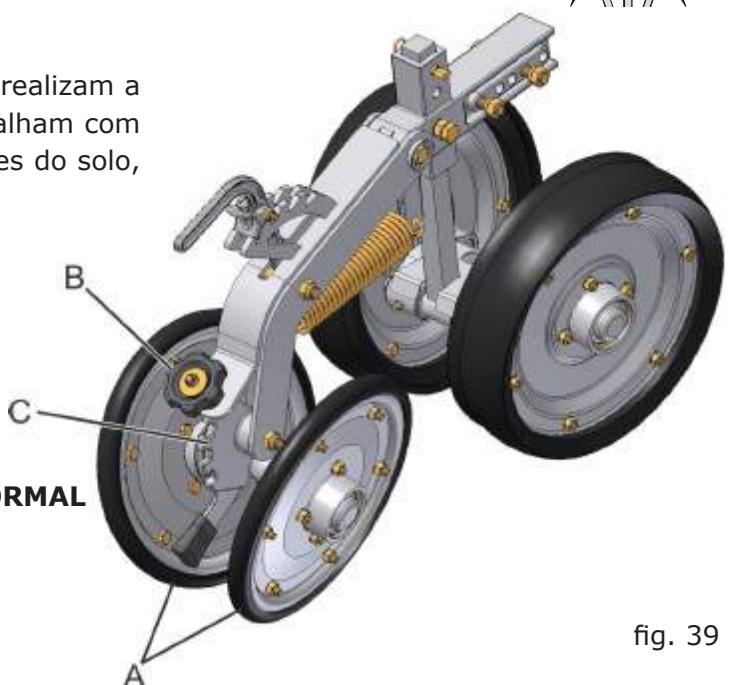

fig. 39
Os compactadores em "V" (A) (fig. 39), realizam a pressão do solo lateralmente na semente e trabalham com várias regulagens de pressão, conforme condições do solo, palhada, umidade, etc.